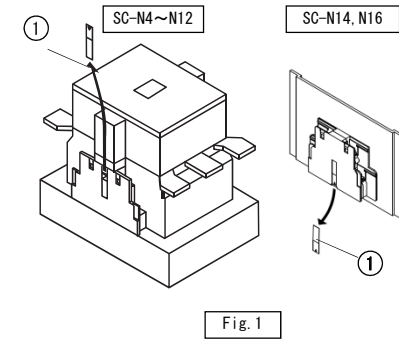

Fig. 1
(1) 安装
- 请用小镊子将安装在交流接触器侧面上的透明盖①拆卸下来。(Fig. 1)
(1) Mounting
- Remove the transparent cover ①, which is mounted on the side of contactor, with a pair of tweezers. (Fig.1)
(1) 取付け
- 電磁接触器の側面に取付けられている透明カバー①をピンセットで取り外してください。(Fig. 1)